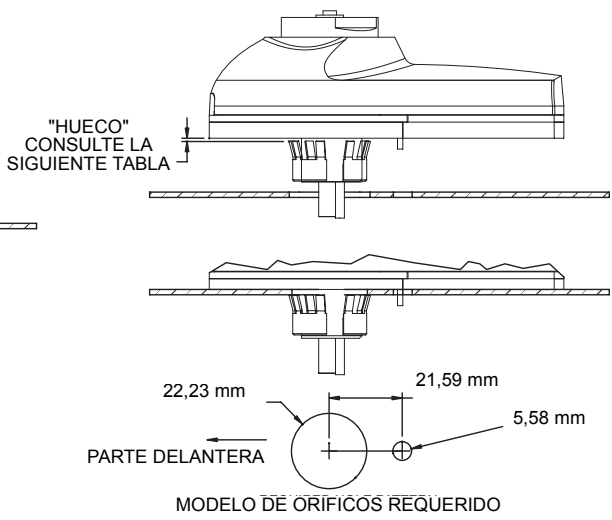

Figura 2: Instalación ciega
2. Taladre o agujeree la superficie de montaje (0,33 cm grosor máximo) siguiendo el modelo indicado en la figura 2.